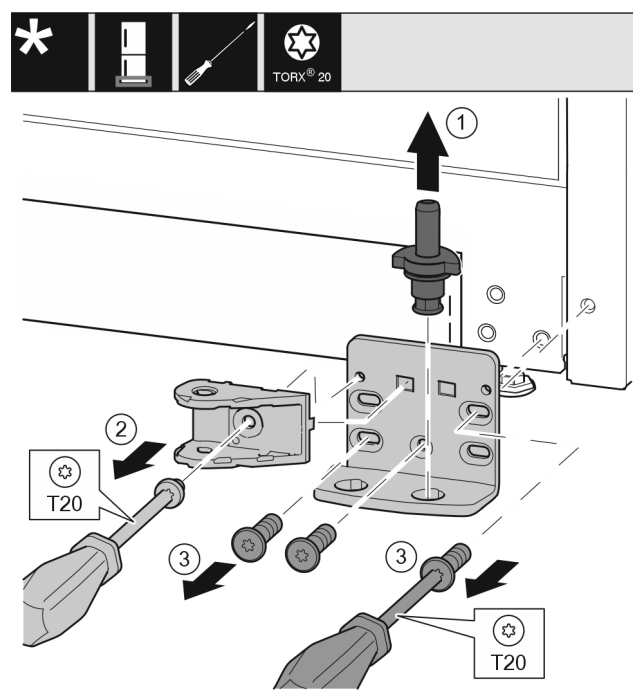

Fig. 37
- ▶ 将轴承螺栓 Fig. 37 (1) 完全向上拉出。
- ▶ 将螺钉 Fig. 37 (2) 用螺丝刀旋开并取下关门阻尼器连接装置。
- ▶ 将螺钉 Fig. 37 (3) 用螺丝刀旋开并取下托架。